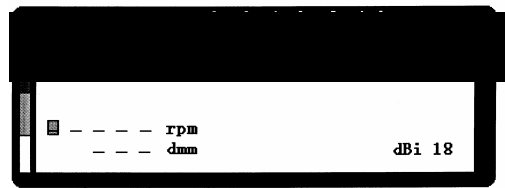

图 5B
(2) 设置 rpm（每分钟转数）和轴直径 d
- 再次按 SET 按钮，光标移到 rpm 行的首部（图 5B），如设置转数 3650 转/分，按光标移动按钮，光标在 rpm 向右移一位，压住其中一个箭头按钮，直到 rpm 到 3000。